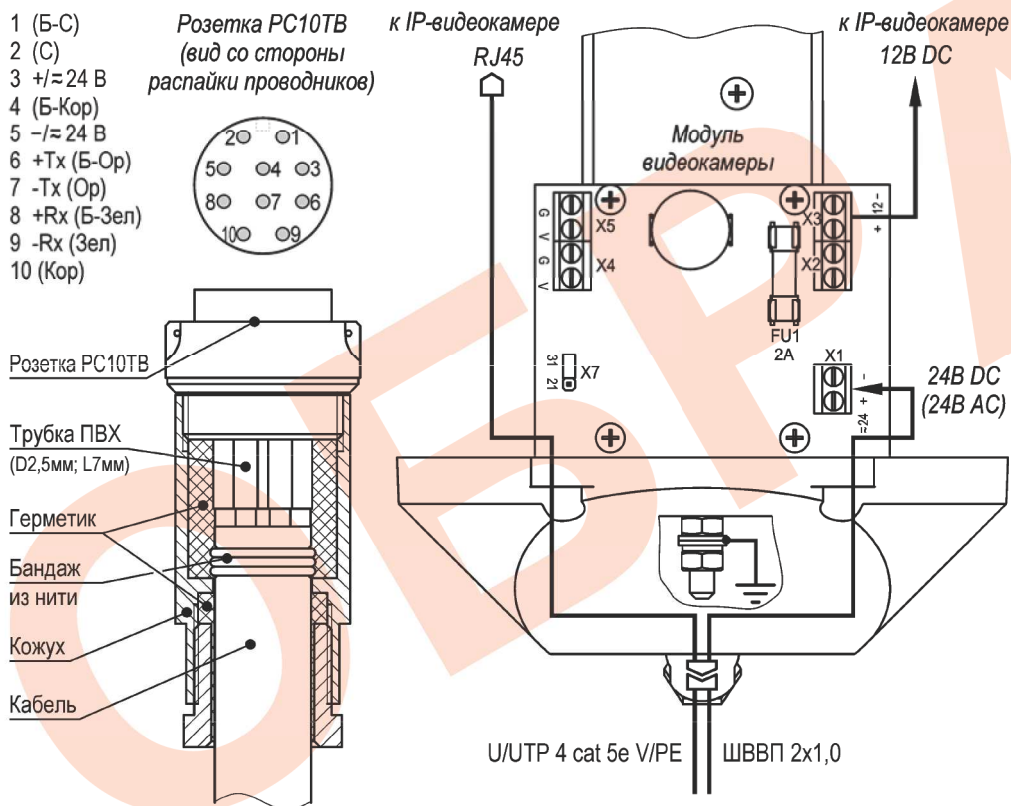

Рис.2 Распайка разъема PC10TV и схема подключения IP-видеокмеры
1. Распаять ответную часть разъема PC10TV согласно требованиям к электромонтажу в соответствии с рис.2. После распайки разъем заполнить герметиком кремнийорганическим.
5. При необходимости изменить мощность обогрева, выкрутить 4 винта крепления задней крышки гермобокса, выдвинуть модуль видеокмеры из кожуха и установить джампер X7 в нужное положение (рис.2). Установить модуль видеокмеры обратно в кожух. Закрутить 4 винта крепления задней крышки с усилием $5\pm 0,5$ Нм.
Предприятием изготовителем джампер Х7 установлен в положение «31» - мощность обогрева 31 Вт, для изменения мощности на 21 Вт джампер Х7 необходимо переставить в положение «21» (см. рис.2).